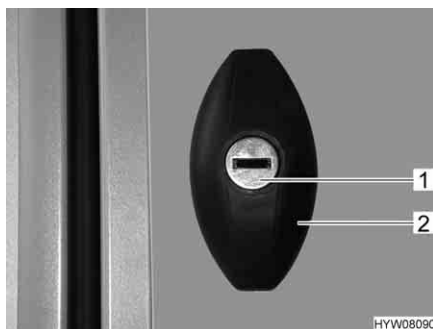

Fig. 29 Serratura dello sportello, ellittico, chiuso
- Inserire la chiave nel cilindro della serratura (Fig. 29,1) e ruotare in senso antiorario di un mezzo giro. La maniglia della serratura (Fig. 29,2) scatta all'infuori.